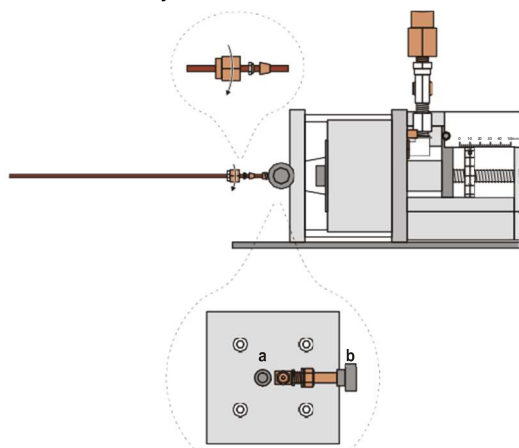

Fig. 3 : Raccord de la tuyauterie fixe
- Glisser les raccords vissés fournis sur la tuyauterie en commençant par l'écrou d'accouplement (cf. Fig. 3, ordre et orientation comme indiqués avec l'attache-câbles !).